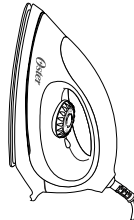

Figure 1
- Le fer est toujours conservé dans une position verticale (Figure 1).